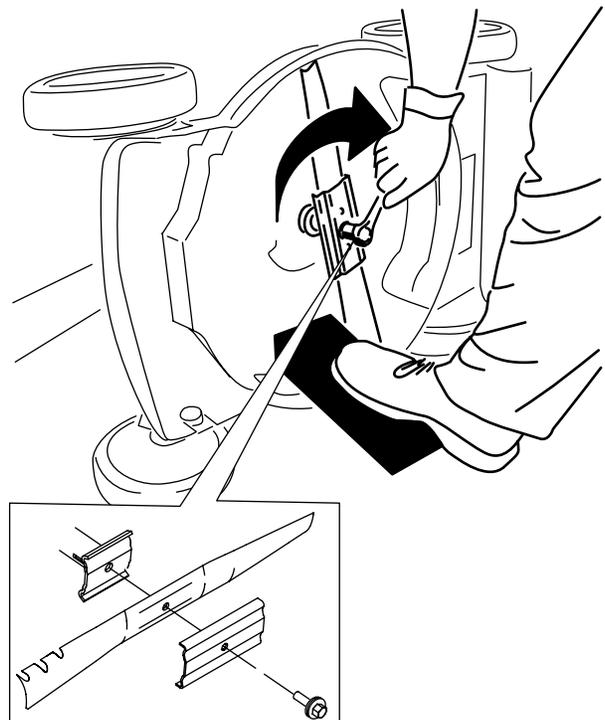

Bild 24
4. Setzen Sie das neue Messer und alle Schrauben auf (Bild 24).